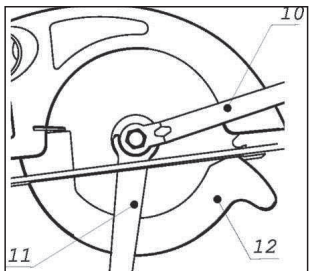

Рис. 2
Для снятия/установки пильного диска (2) на шпиндель, зафиксируйте его ключом, как показано на *Рис.2* и отверните/закрутите болт крепления диска. После, отодвинув кожух диска (12), снимите / установите пильный диск.